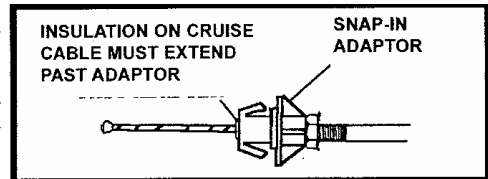

Figure 21
2. 在螺紋成型後，將壓扣式外管接頭旋入鋼索外管的螺紋端。(Figure 21)